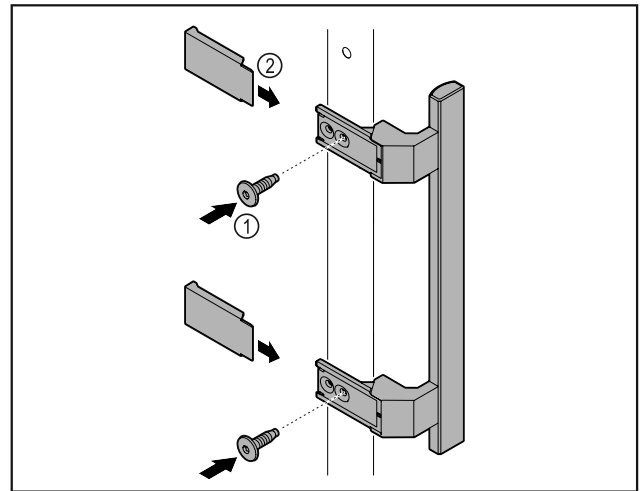

Fig. 42
- Szerelje fel az ajtóra a kilincset a csomagban található csavarok Fig. 42 (1) segítségével.
- Helyezze fel a fedelet Fig. 42 (2).